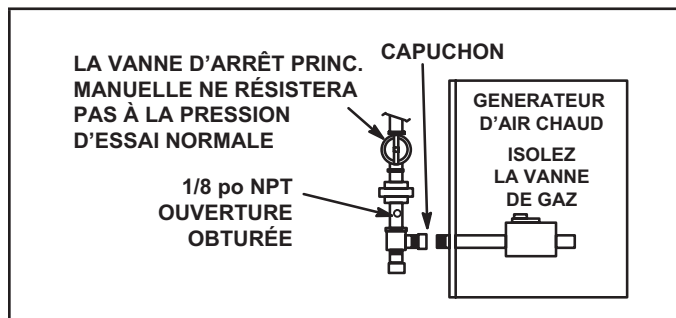

Figure 55
- 5 - La vanne de gaz est équipée d'une prise fileté de 1/8 po NPT pour le raccordement d'un manomètre d'essai. Reportez-vous à la figure 55.
Débranchez et isolez la canalisation de gaz de la vanne de gaz avant l'essai de pression de la canalisation. Reportez-vous à la Figure 55. Les pressions supérieures à 0,5 psig (3,48 kPa) peuvent endommager la vanne de gaz.